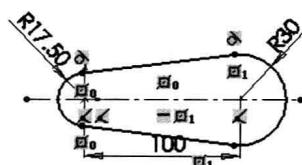

图 1-11 标注半径
**Step14** 标注半径。单击“尺寸/几何关系”工具栏中的“智能尺寸”按钮 $\text{D}$ ，重新标注圆弧的半径尺寸，如图 1-11 所示。